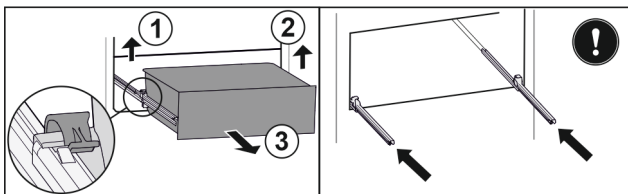

Fig. 189
- Soulever la bride gauche et tirer dans le même temps la partie gauche du tiroir vers l'avant. Fig. 189 (1)
- Soulever la bride droite et tirer dans le même temps la partie droite du tiroir vers l'avant. Fig. 189 (2)
- Retirer le tiroir par l'avant. Fig. 189 (3)